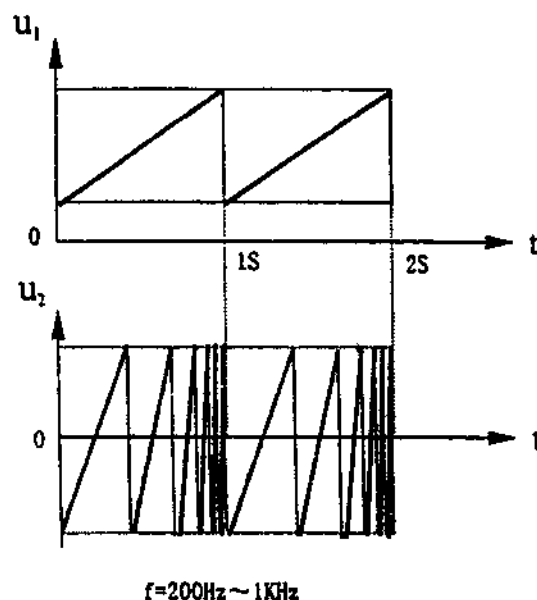

图2.1.9
(1) 要求
- 产生一种方波(或三角波,或锯齿波),在周期 $T=1\text{s}$ 内其频率 f 在 $200\text{Hz}\sim 1\text{kHz}$ 之间变化,如图2.1.9中 u_2 波形所示;
(2) 原理框图